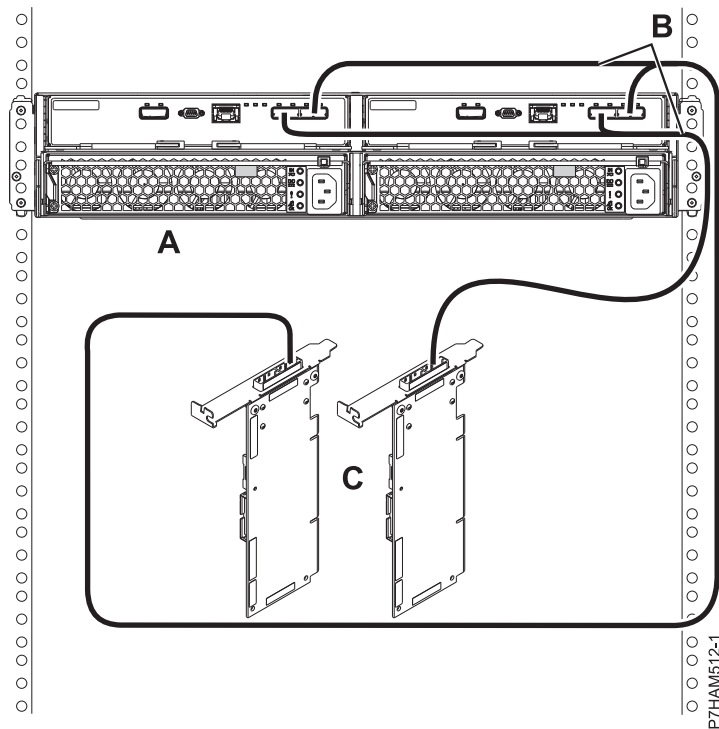

図 37. 1 対の SAS アダプター・ペアへの YO ケーブルを使用した、1 台の 5887 ディスク・ドライブ・エンクロージャーのモード 1 接続
11. 88 ページの図 37 に示すように、1 対の SAS アダプター・ペア (C) への YO ケーブル (B) を使用した、1 台の 5887 ディスク・ドライブ・エンクロージャー (A) のモード 1 接続を行います。